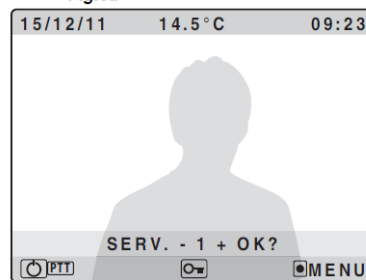

Fig.3d
- Om het BUS relais in te schakelen Art.2305 (indien aangesloten) hou de knop  ingedrukt tot het beeld van Fig 3d verschijnt. Selecteer dan de BUS relais en schakel deze in met knoppen – en +. Confirmeer met OK knop.